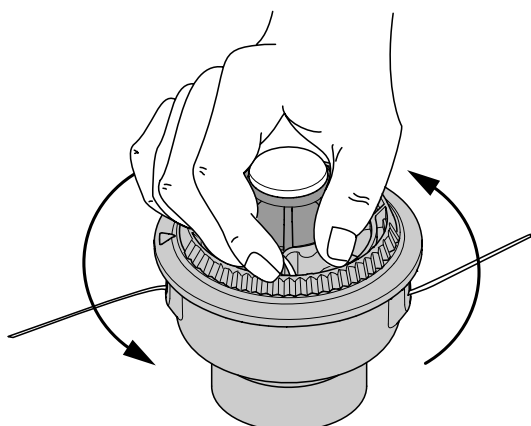

Fig. 18
8. Tenez la bobine extérieure. Rembobinez le moulinet intérieur vers la gauche jusqu'à ce qu'il ne reste plus qu'environ 102 mm (4 po) de fil (Fig. 18).